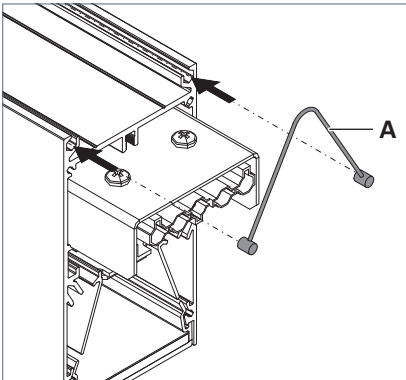

Fig. 11: Drahtseil in Leuchte einhängen.
- Führen Sie die Enden des Drahtseils **A** in die Führungen an der Oberseite der Leuchte ein, siehe Fig. 11.